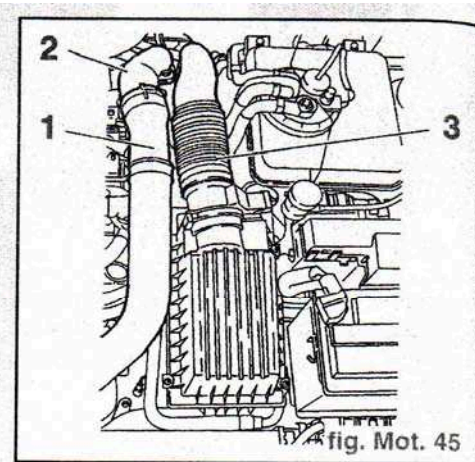

fig. Mot. 45
- Désaccoupler le conduit (1) (fig. Mot. 45).
- le conduit (2)